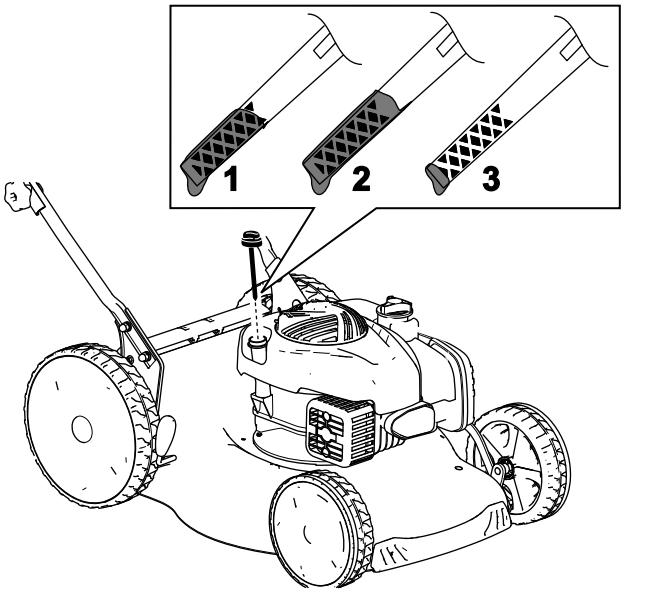

Figura 11
5. Observe en la varilla el nivel de aceite (Figura 11).